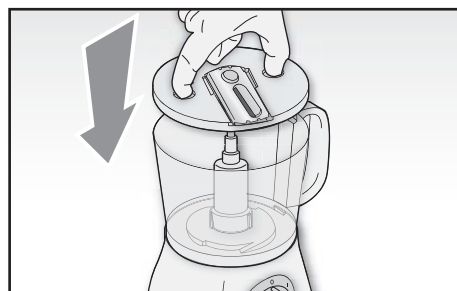

Fig. 8
Montare il disco porta lame completo sul perno motore (C), afferrandolo dagli appositi occhielli, con la lama rivolta verso l'alto (Fig. 8).